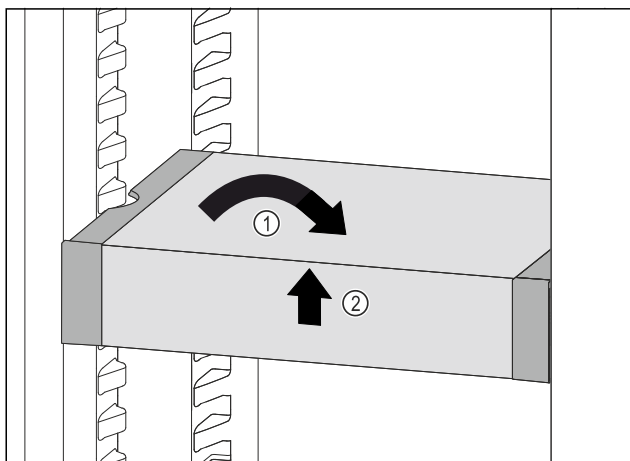

Fig. 97
- VarioSafe recht zetten. Fig. 97 (1)
- VarioSafe aan voorkant optillen. Fig. 97 (2)